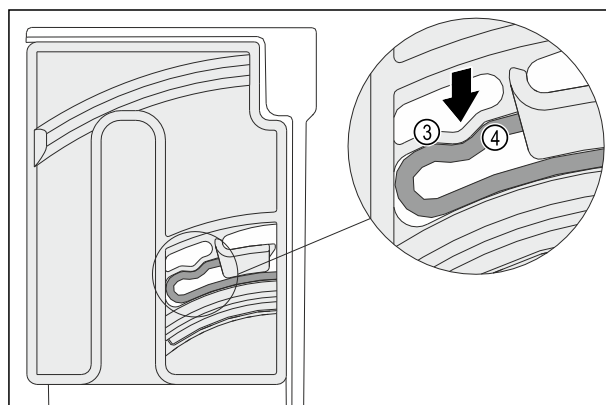

Fig. 138
- ▶ Эластичный элемент Fig. 138 (3) поворотного блока фиксируется с характерным звуком в углублении ребра Fig. 138 (4).